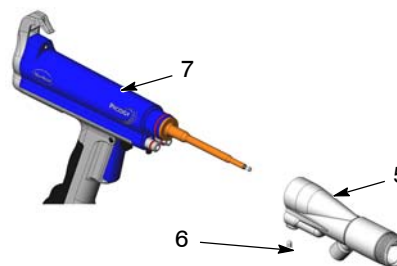

Рис. 3 Снятие переходника
5. См. рис. 3. Ослабить установочный винт (6) в нижней части переходника.
6. Снять переходник с корпуса распылителя (7) прямо.
5. См. рис. 3. Смонтировать переходник (5) на корпусе распылителя (7). Затянуть установочный винт (6).